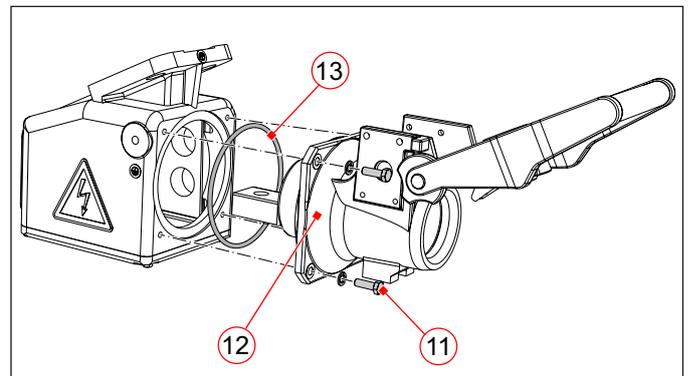

Abb. 50: Dichtung (13) für Gehäuseunterteil tauschen
Dichtung für Gehäuseunterteil tauschen (Abb. 50)
- ▶ Anschließend das Gehäuseunterteil abschrauben (siehe dazu Abschnitt „Dichtung für Gehäuseunterteil tauschen (Abb. 50)“ auf Seite 40).
- ▶ Die 6 Sechskantschrauben M6 (20) des Druckrings (21) lösen und Druckring abnehmen.
- ▶ Den vollständigen Kupplungseinsatz (22) aus dem Gehäuseunterteil (23) herausziehen.
- ▶ Die Gleitflächen der Kontaktbuchse im neuen, vollständigen Kupplungseinsatz (22) mit Kontaktfett (z. B. Kontaktfett Kupfer 02770 der Fa. Dru-seidt) einfetten.
- ▶ Den neuen Kupplungseinsatz (22) in das Gehäuseunterteil (23) einschieben.
- ▶ Den Druckring (21) auf das Gehäuseunterteil (23) setzen und mit den 6 Sechskantschrauben M6 (20) einschließlich Sperrkantringen festschrauben.
- ▶ Dichtung des Gehäuseunterteils auf Beschädigung prüfen. Bei Beschädigung die Dichtung erneuern (siehe dazu Abschnitt „Dichtung für Gehäuseunterteil tauschen (Abb. 50)“ auf Seite 40).
- ▶ Anschließend das Gehäuseunterteil auf das Gehäuseoberenteil aufsetzen und mit den 4 Sechskantschrauben M8 (11) einschließlich Sperrkantringen festschrauben.